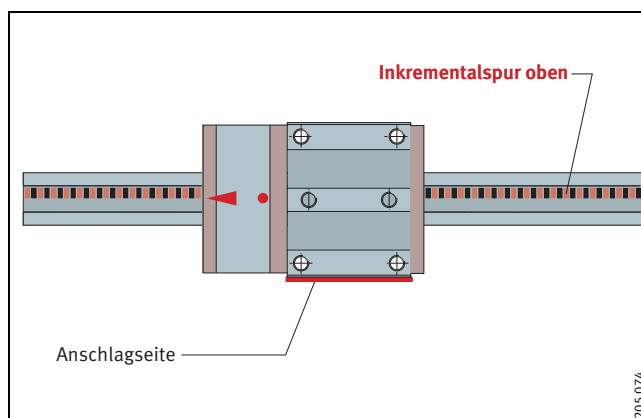

Bild 9 • Messkopf links am Wagen
- ist der Messkopf links am Wagen, dann ist die Inkrementalspur oben (Bild 9).